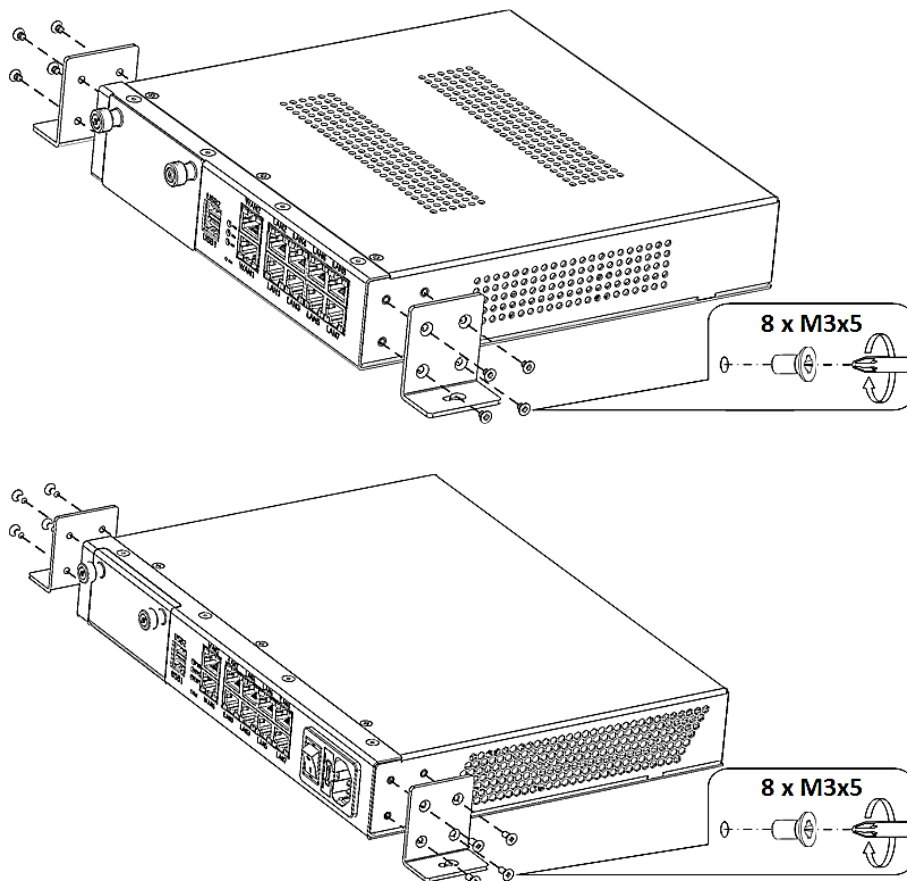

Рисунок 57 – Крепление уголков из комплекта КРПГ.465961.002
- совместите отверстия для винтов на уголке с такими же отверстиями на боковых панелях изделия (рисунок 57);